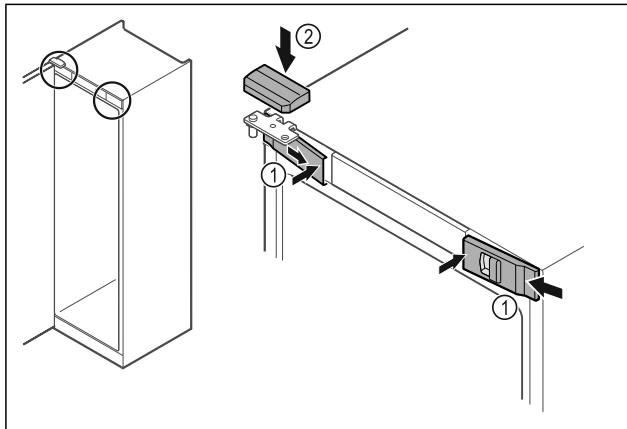

Fig. 54
- ▶ Zaháknite predný kryt Fig. 54 (1) naboku a zaistite ich vnútri.
- ▶ Zaistite horný kryt Fig. 54 (2) zhora.